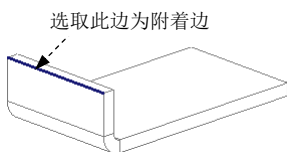

图 11.4.40 定义附着边
Step3. 选取附着边。在系统 选择一个边连到壁上 的提示下，选取图 11.4.40 所示的模型边线为附着边。